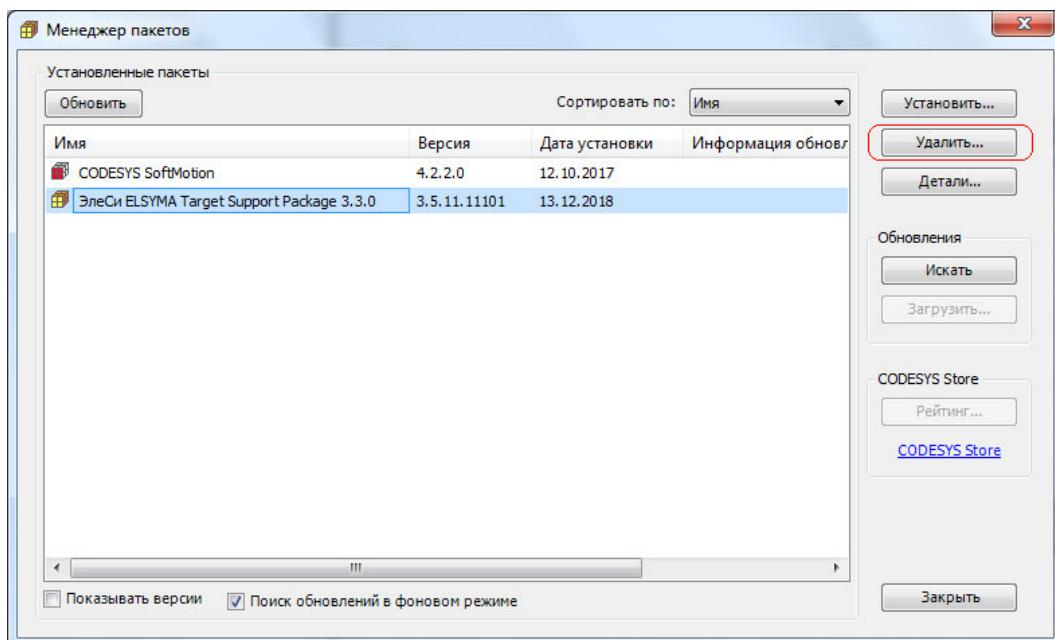

Рисунок 2.4 – Система разработки *CoDeSys*. Окно *Менеджер пакетов*. Выбор файла для удаления
- 2) В появившемся окне **Менеджер проектов** выбрать нажатием правой кнопки мыши необходимый для удаления *TSP* и нажать кнопку «Удалить...» (рисунок 2.4).